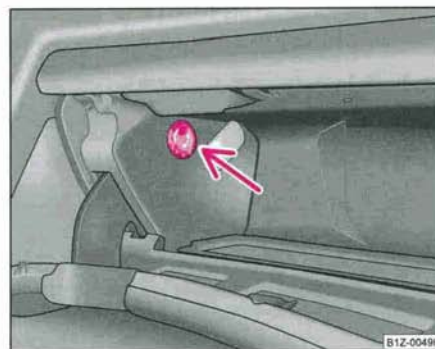

Fig. 100 Vide-poches: Utilisation du refroidissement
- Faites tourner le bouton rotatif ⇒ fig. 100 pour l'arrivée ou la coupure de l'air frais.